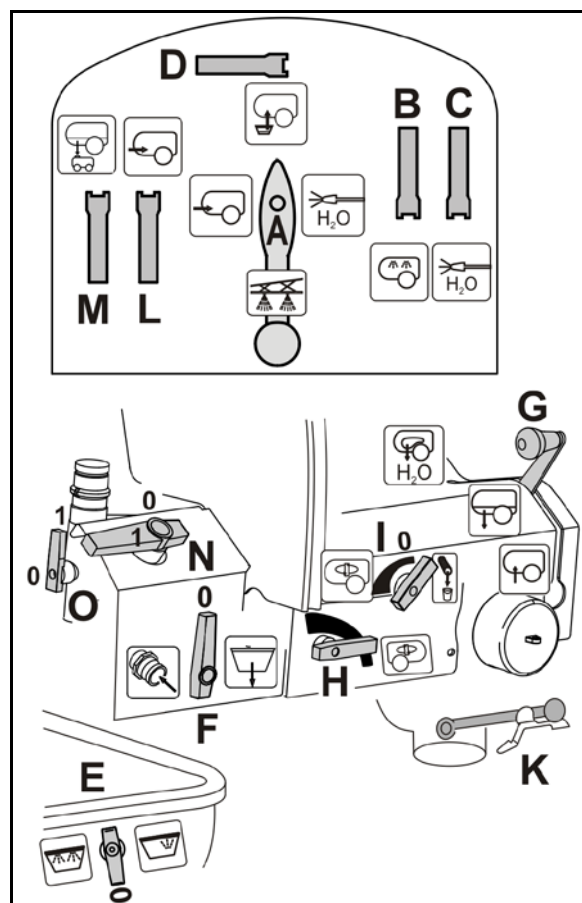

Fig. 152
16. **Super-S-bom:** Dræn tryksensoren (Fig. 152/1) ved at løsne slangen fra tryksensoren.